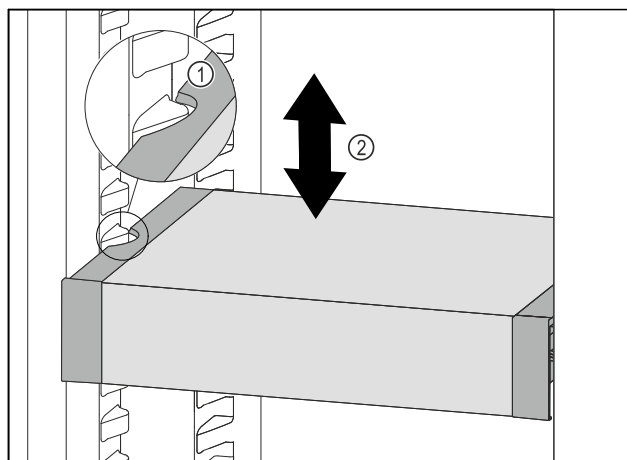

Fig. 106
- Táhněte VarioSafe dopředu, dokud nebudou boční vybrání VarioSafe na úrovni žebrování na nádoby v chladniče. Fig. 106 (1)
- Posouvejte VarioSafe v chladniče nahoru nebo dolů, dokud nedosáhnete požadované výšky. Fig. 106 (2)